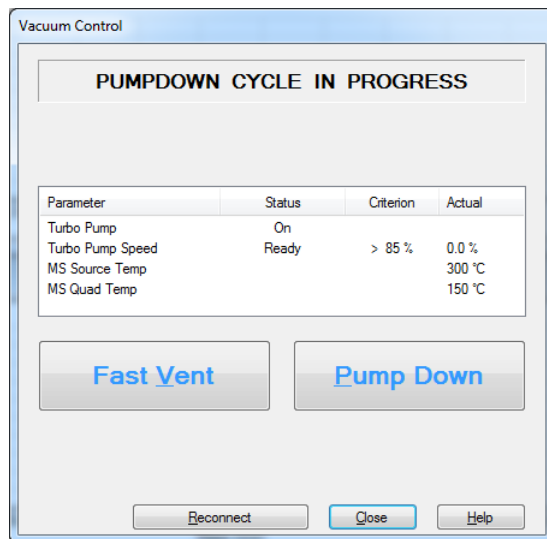

Figura 39 Caixa de diálogo de controle de vácuo
- 10 No modo de exibição **Instrument Control** do menu Instrument, selecione **MS Vacuum Control** para exibir a caixa de diálogo **Vacuum Control**. (Consulte **Figura 39**.)